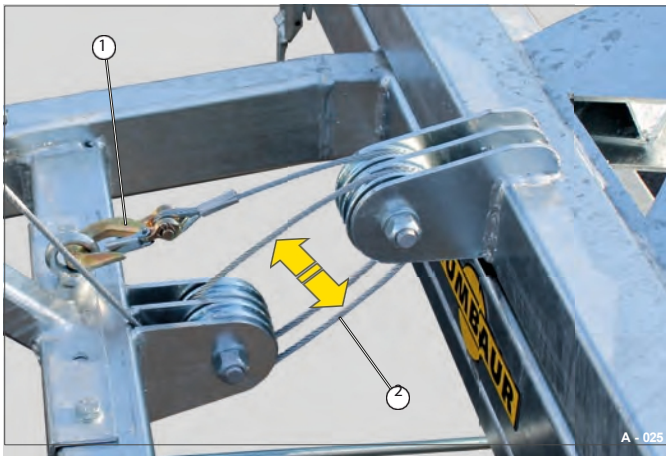

Fig. 16 Repet frigörs
- Förläng repet (Fig. 16/2) något efter att du har låst trumramen.
- Kontrollera att karbinhaken (Fig.. 16/1) sitter fast i öglan